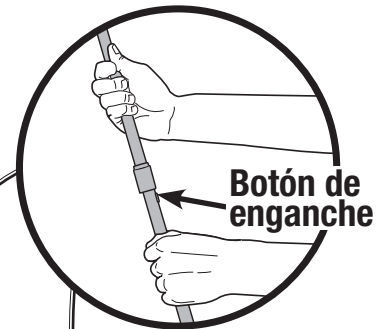

Fig. 5
- Extienda totalmente los postes telescópicos del techo. (Fig. 5 y 6)
- Siga los pasos anteriores para extender los postes telescópicos de las patas hasta que enganchen en su sitio. (Fig. 5 y 6)
- Baje el armazón un poste de pata a la vez, presionando los botones de enganche y contrayendo los postes telescópicos de las patas. (Fig. 5)
- Contraiga los postes telescópicos del techo. (Fig. 5)